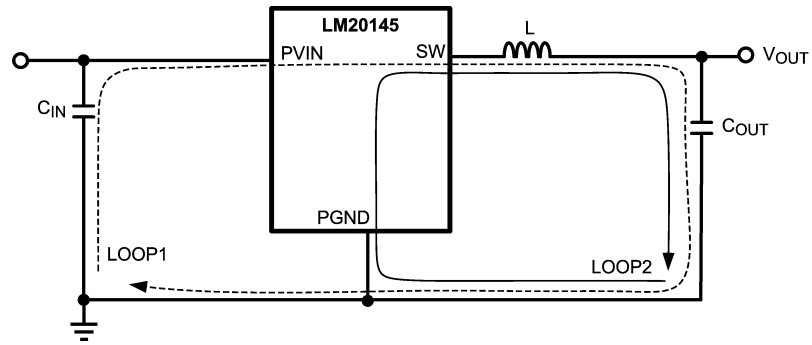

FIGURE 10. Schematic of LM20145 Highlighting Layout Sensitive Nodes
1. スイッチングされた電流ループの面積を最小限に抑えます。降圧型レギュレータには電流がきわめて高速にスイッチする 2 個のループが存在します。最初のループは入力コンデンサから始まり、レギュレータの VIN ピン、レギュレータの SW ピン、インダクタ、そして出力コンデンサおよび出力負荷につながる経路です。もう 1 つは、出力コンデンサのグラウンドから始まり、レギュレータの PGND ピンを通して、インダクタから出力負荷へと至るループです (Figure 10 参照)。両方のループ面積を最小化するために、入力コンデンサを PVIN ピンの可能な限り近くに配置してください。入出力コンデンサ両方の接地には、PGND に接続する小型の局所的な上側プレーンおよびダイ・アタッチ・パッド (DAP) があります。インダクタを SW ピンおよび出力コンデンサの可能な限り近くに配置してください。